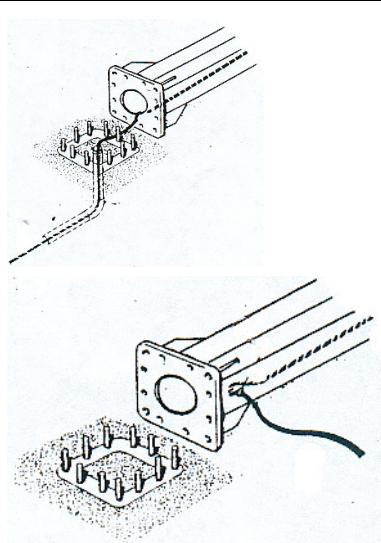

fig.19
2. Inserire il cavo di alimentazione all'interno della colonna e farlo fuoriuscire dallo sportello di accesso e di ispezione al collettore. Eseguire l'operazione con la colonna al suolo. Sulla colonna è altresì previsto un foro, dotato di passacavo, per il passaggio del cavo proveniente dall'esterno (fig.19).